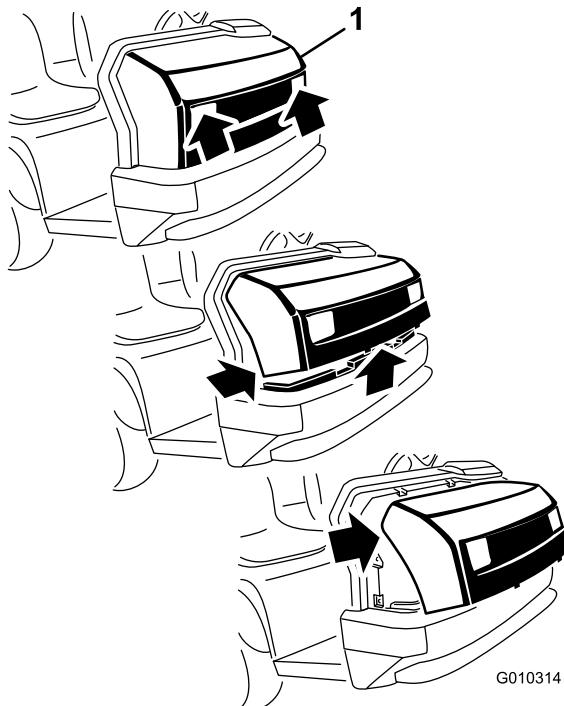

Figura 28
2. Desloque a parte inferior do capot para cima até ser possível retirar as patilhas de montagem superiores das ranhuras da estrutura (Figura 28).
3. Incline a parte superior do capot para a frente e desligue os conectores de fios dos faróis (Figura 28).
2. Insira as patilhas de montagem superiores nas ranhuras da estrutura (Figura 28).
3. Insira as patilhas de montagem inferiores nas ranhuras da estrutura (Figura 28).
1. Segurando firmemente no capot pelas aberturas dos faróis, eleve o capot para soltar as patilhas de montagem inferiores das ranhuras da estrutura (Figura 28).